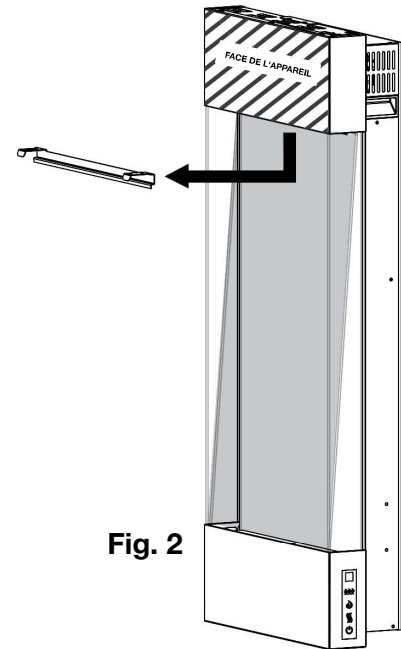

Fig. 2
2. Placez le verre dans la voie située dans la chambre de combustion (**Fig. 2**).